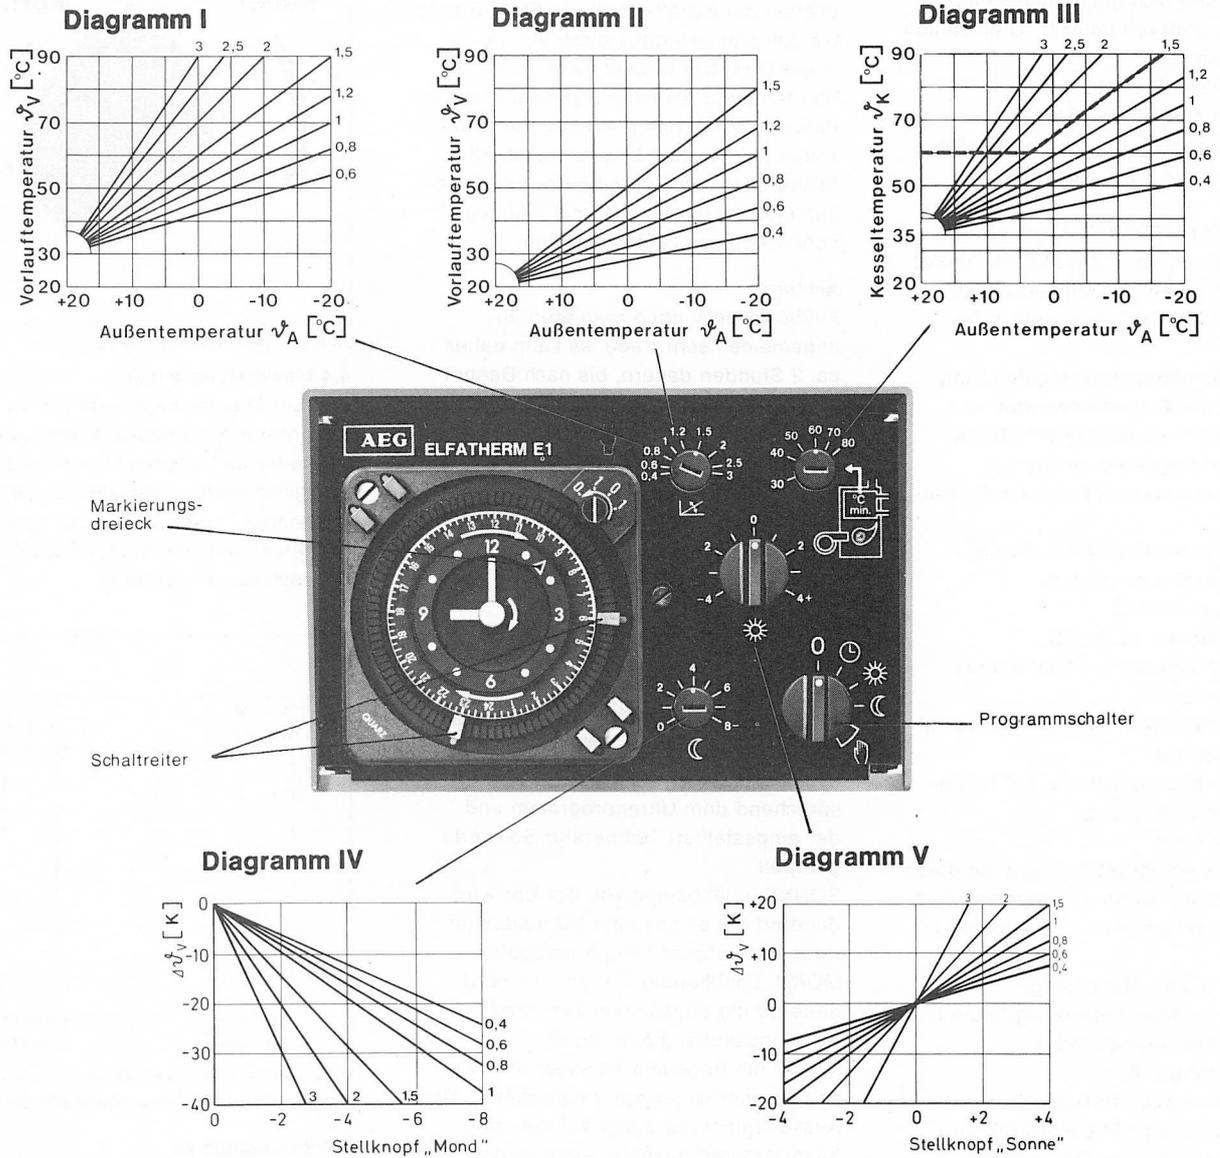

Bild 13 Zentralgerät E1Z/E1ZB, Frontansicht mit Diagrammen (dargestellt ist ELFATHERM E1ZB)
Mit dem Stellknopf SONNE wird die Raumtemperatur eingestellt. — Diagramm V, Bild 13.
Mit dem Stellknopf MOND wird die durch die eingebaute Schaltuhr eingeschaltete Absenkung eingestellt. — Diagramm IV, Bild 13.
Einstellbeispiel siehe Diagramm III, Bild 13.
4.1.6 Schalter (Bild 13)
4.1.1 Einstellung der Heizkurve (Steilheit) Die HeizkurvenEinstellung am Stellknopf  erfolgt entsprechend der benötigten Vorlauftemperatur bei der tiefsten zu erwartenden Außentemperatur (z. B. -15 °C) nach Diagramm I bzw. II auf Bild 13.